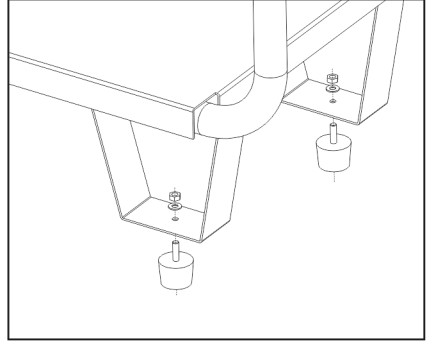

Fig. 4
- a. Enganche las pies de goma a las piernas, como se muestra en la Fig. 4.